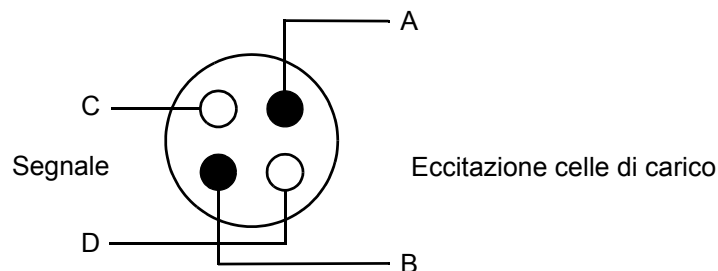

Figura 2-2. Disposizione dei conduttori nel cavo della cella di carico
- Il cavo dalla cella di carico **deve essere un cavo robusto con quattro conduttori**, vedere Figura 2-2.